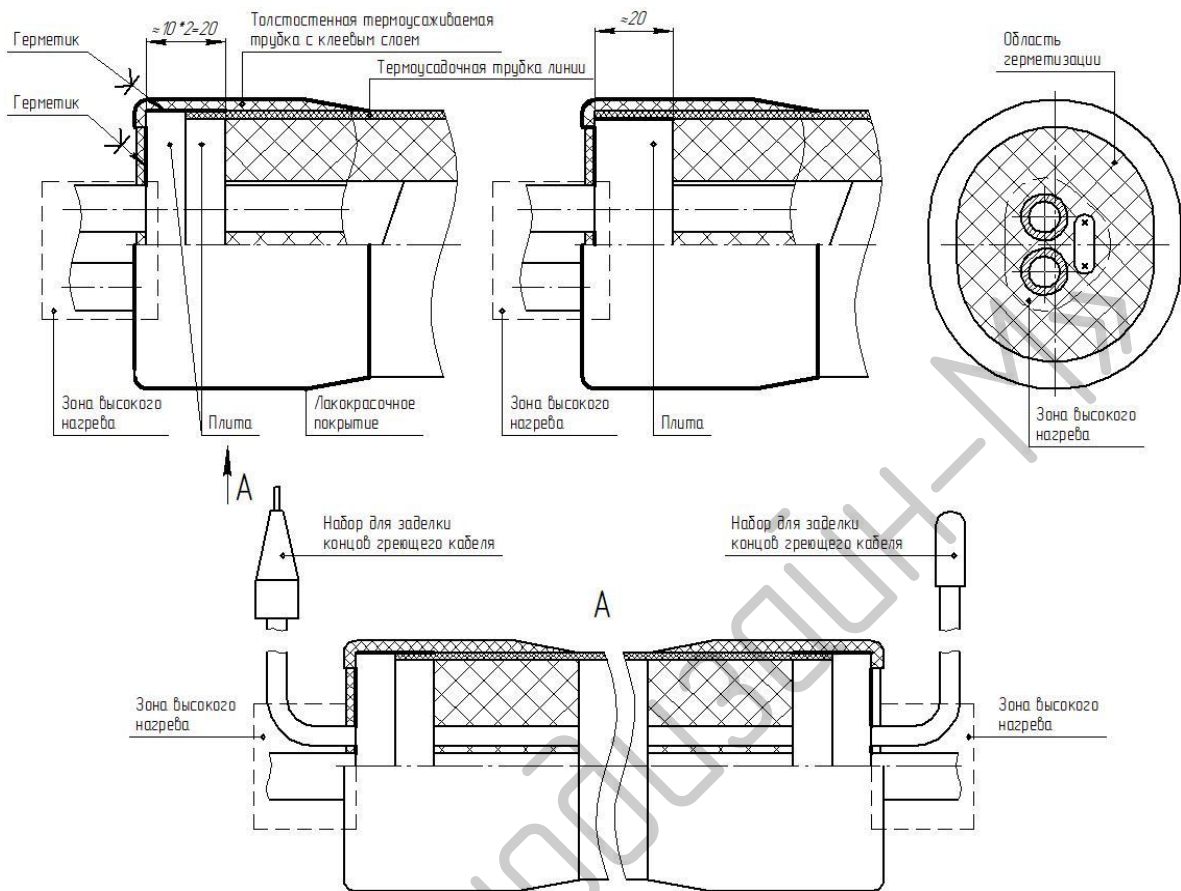

Рисунок 7 - Монтаж комплекта ТДМ-ТИЛ-Э-Ex-КЗиГКЛ с использованием плит.
1. Конец линии зачистить от внешнего слоя изоляции из базальтовых шнуров на необходимую для монтажа величину (см. рисунок 7).